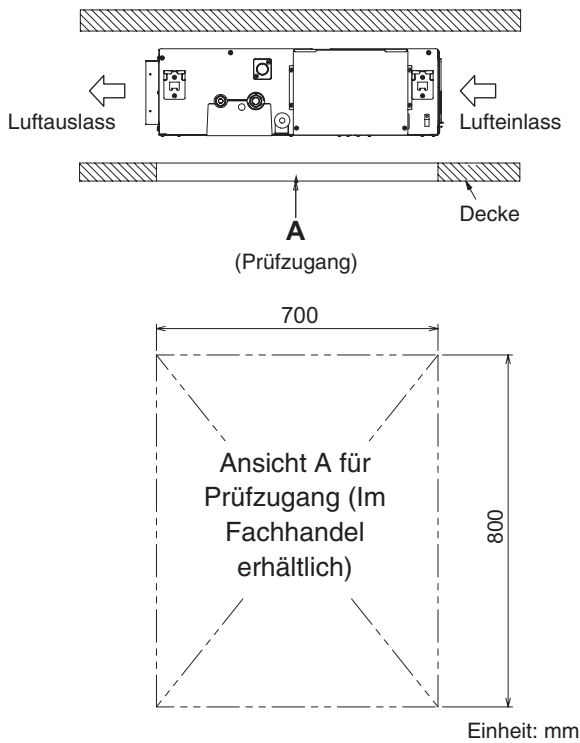

Abb. 3-3
- (1) Darauf achten, dass Gerät und Hängeanker korrekt aufeinander ausgerichtet sind. (Abb. 3-3)